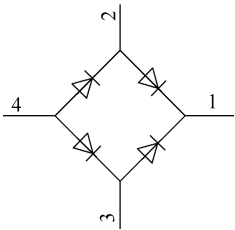

图 2-19 整流桥
2) 整流电路：该电路的作用是将交流电转换成 300V 左右的直流电。液晶彩电电源电路中通常采用桥式整流方式，一般由 4 只整流二极管组成，如图 2-19 所示。